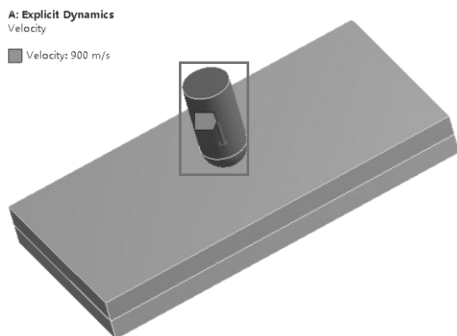

图 6-19 设置初始条件
(1) 单击【Explicit Dynamics (A5)】。
(2) 时间设置：单击【Analysis Settings】→【Details of “Analysis Settings”】→【Step Controls】→【End Time】=5.0e-3，其他项默认。
(3) 在标准工具栏中单击  选择子弹，在导航树上右键单击【Initial Conditions】，从弹出的快捷菜单中选择【Velocity】；接着依次单击【Velocity】→【Details of “Velocity”】→【Definition】→【Define By】=Components，【Y Component】=-900m/s，如图 6-19 所示。